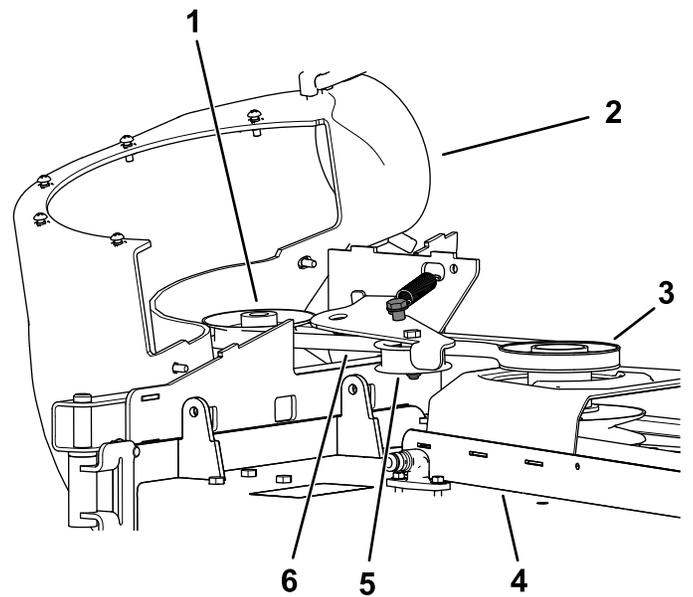

Figure 34
2. Tirez sur la poulie de tension rappelée par ressort pour détendre la courroie (Figure 34).
6. Faites passer la courroie neuve autour des poulies de ventilateur (Figure 34).
8. Faites passer la courroie neuve autour de la poulie du plateau de coupe (Figure 34).
9. Tirez la poulie de tension rappelée par ressort en arrière et chaussez la courroie dessus (Figure 34).